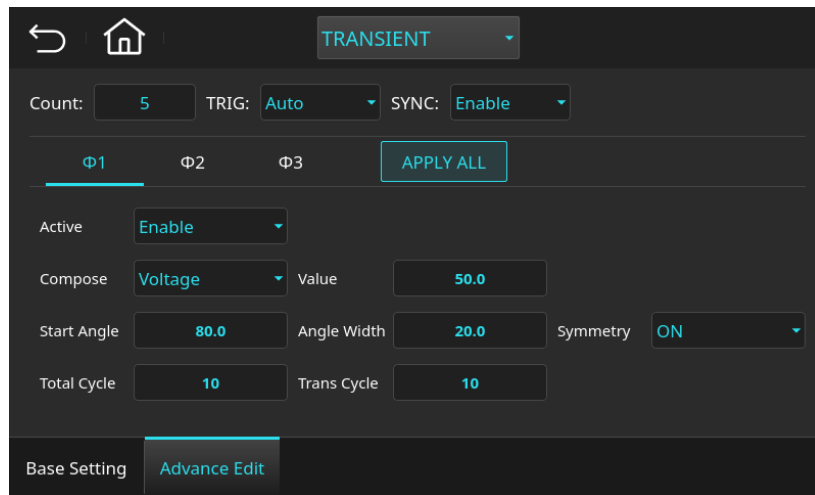

图 5-39 瞬态波形模式(Transient)设定页面(第一相设定范例参数)(Sag)
7. 重复上述步骤 1. ~ 4., 设定 TRIG=Auto, 编辑参数如下图 5-39 所示。